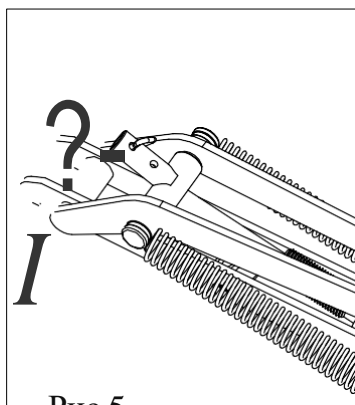

Рис.5
Выполните ту же процедуру, что описано выше, за исключением того, что снимите пластиковый колпачок с Т-сцепления (4) и используйте отверстие >>b<<, а затем установите стопорную шпильку (6) на рычаг (7). См. рис.5.